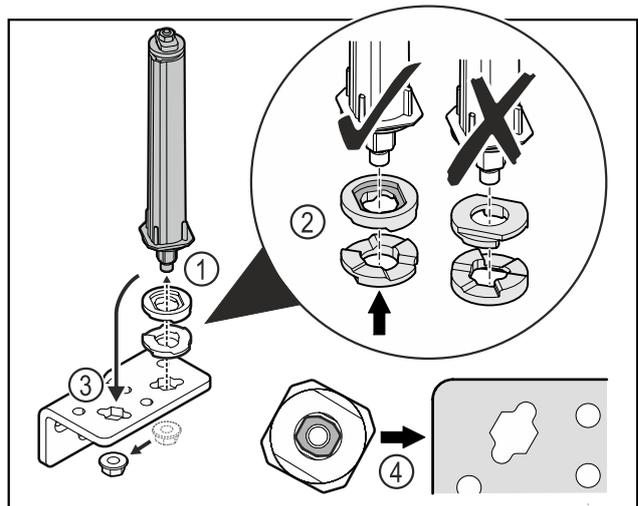

Fig. 36
- ▶ Mutter lösen und Türschließsystem entfernen Fig. 36 (1).
- ▶ Auf die korrekte Ausrichtung der Höhenverstellscheiben achten Fig. 36 (2).
- ▶ Türschließsystem im Scharnierwinkel umsetzen und mit der Mutter fixieren Fig. 36 (3).
- ▶ Beim Einsetzen auf die korrekte Ausrichtung des Türschließsystems achten Fig. 36 (4).